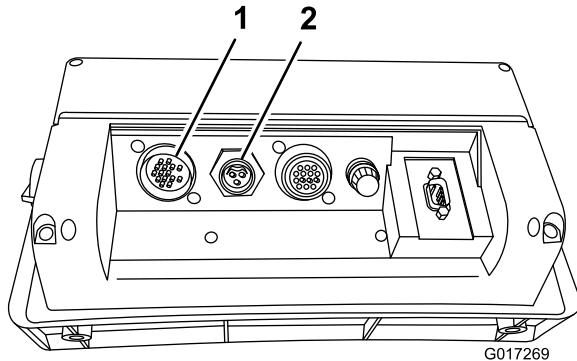

Figura 3
- Inserite i cavi nelle rispettive entrate sul retro del computer a console (Figura 3) e fissateli ruotando gli anelli di bloccaggio.